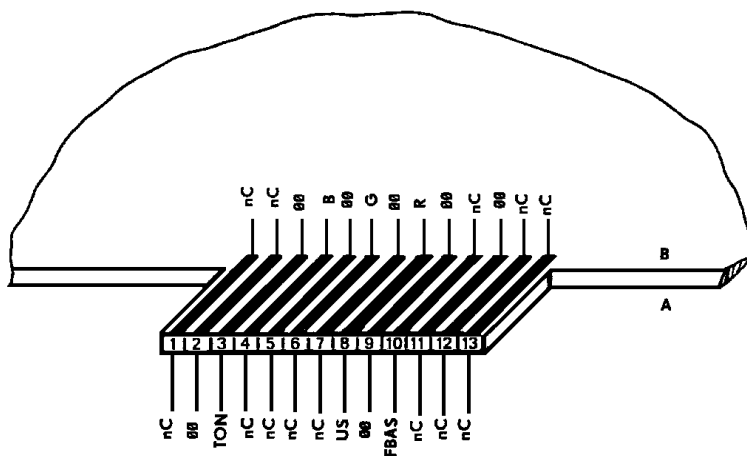

Bild 7: Anschlußbelegung des Steckverbinders TV-RGB
- am Steckverbinder „TV – RGB“ (vgl. Bild 7 und Tab.2) über das Fernsehgerät mit RGB- oder FBAS-Eingang, einkanalig in 32 Lautstärkestufen (bei Antenneneinspeisung am Fernsehempfänger erfolgt keine Tonausgabe, drehen Sie deshalb den Lautstärkeregler zurück),
- im Bild 7 die Anschlußbelegung und in Tabelle 2 die Signalbeschreibung des Steckverbinders TV-RGB sowie